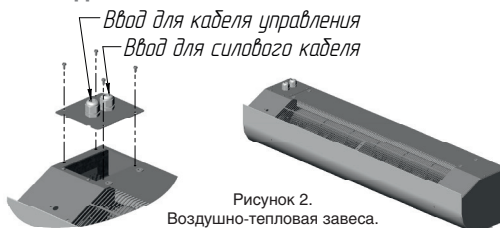

Рисунок 2.
7.3.2 Для подключения к сети необходимо снять крышку с монтажного люка (рисунок 2), завести кабели и подключить к клеммной колодке согласно электрической схеме